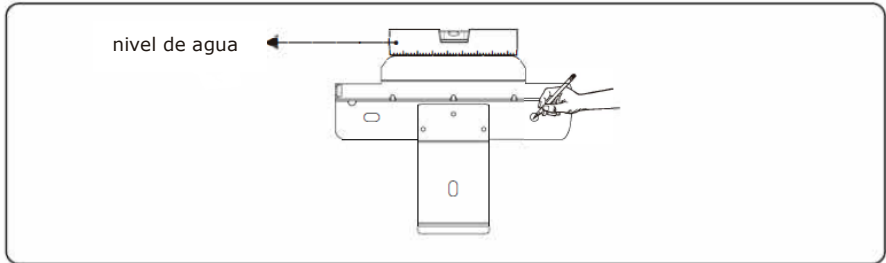

Figura 4.11 Marcaje de las posiciones de los agujeros
**Paso 3** Nivele la posición de los agujeros con un nivel y marque las posiciones de los agujeros con un marcador, como se muestra en la figura 4.11.